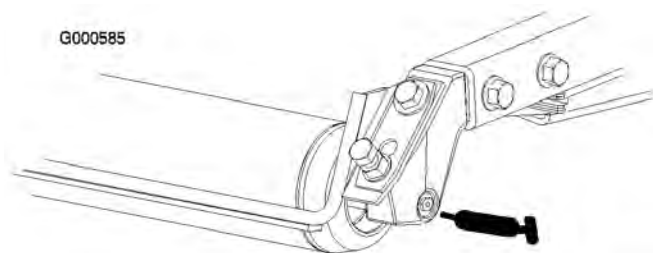

図 27
- ・ 後ローラのベアリング (各カuttingユニットに2ヶ所) (図 27)
注 ローラの注入部 (図 27) 面一フィッティングなので、グリスガン用ノズル・アダプタが必要です。パーツ番号は P/N 107-1998。ご注文は Toro 代理店へ。